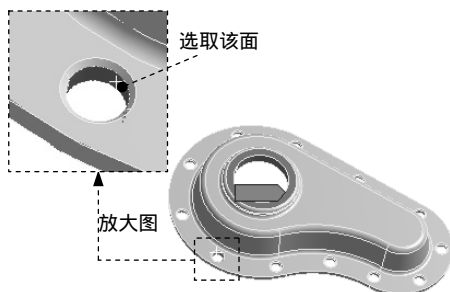

图 2.6.13 选取曲面 (二)
(1) 选择命令。在图形区选中图 2.6.13 所示的曲面对象并右击，在弹出的快捷菜单中选择
在选择图 2.6.13 所示的曲面对象时，选择圆柱面的一个面即可。